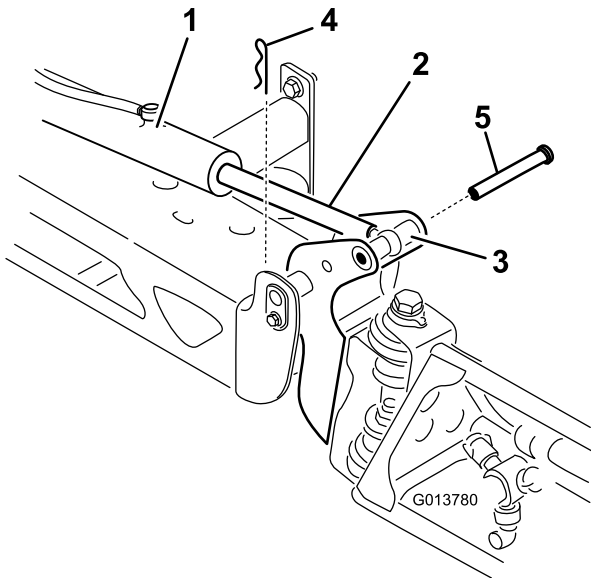

Figure 63
- Retirez la goupille fendue de l'axe de pivotement (Figure 63).
- Élevez la rampe et retirez l'axe (Figure 63), puis abaissez lentement la rampe au sol.
- Tout en maintenant la rampe, insérez l'axe dans le pivot de rampe et la tige de vérin (Figure 63).